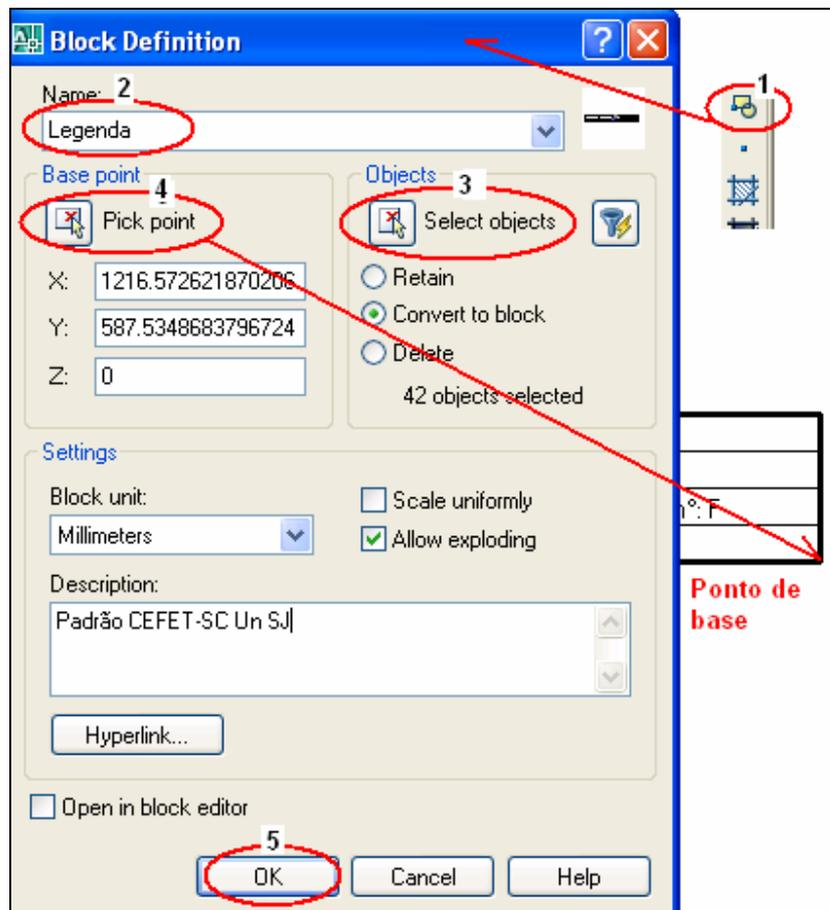

Figura 11.13: Definição do bloco.
1. Na barra de ferramenta *Draw* (1) clique em *Make Block* () (fazer bloco). Abre-se a janela *Block Definition* (Definição de Bloco).
2. Na janela Definição de Bloco mostrada na figura 11.13. Em *Name* (2) digite o nome do bloco (símbolo Primeiro Diedro). Clique em *Select Objects* (3) e em seguida selecione o desenho e de